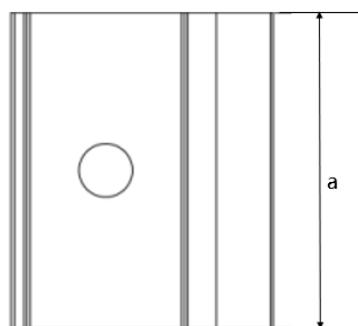
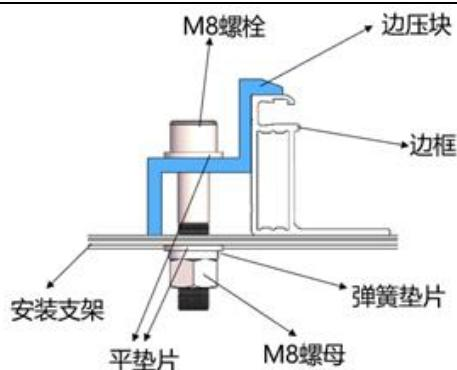
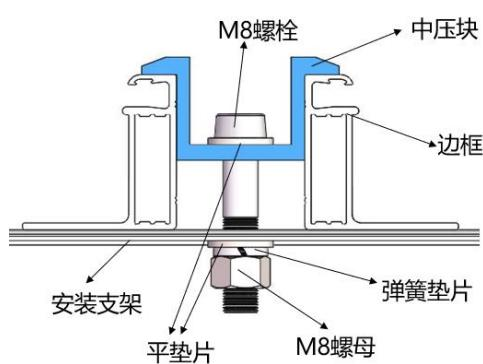

図 7 クランプの上面イメージ図
図 11 エッジクランプの取付イメージ図
図 12 中間クランプの取付イメージ図
- ① 2 本のラック（付属していません）の上にモジュールを置きます。ラックは、ステンレス製または防食処理（溶融亜鉛メッキなど）を施したものを使わなければなりません。各太陽電池モジュールは少なくとも 4 つのクランプで固定され、設置の際、クランプが直接にガラスに接触してフレームを変形させると、モジュールが破損することがありますので、ご注意ください。
- ② クランプの影により太陽電池モジュールの発電面を遮らないよう気を付けてください。クランプが排水穴を塞がないようにしてください。
- ③ ブラケットの上面でモジュールのフレームと接触する部分には、M8 ボルト用の凹みが必要です。
- ④ ブラケットに凹みがない場合、ボルトで固定するように、上記の位置に適当な径の穴を開けます。
- ⑤ 平ワッシャー、スプリングワッシャー、ナットの順にクランプを装着します。
- ⑥ 図 7~10 はエッジクランプのイメージ図です。図 11、図 12 は取付イメージ図です。クランプのサイズは  $a \geq 50\text{mm}$ 、厚さ  $\geq 4\text{mm}$ 、フレームとの重ね幅  $d \geq 10\text{mm}$  です。または、 $a \geq 60\text{mm}$ 、厚さ  $\geq 3\text{mm}$ 、フレームとの重ね幅  $d \geq 8\text{mm}$  です。組立部品の確実な取り付けを保証した上で、クランプの断面を変更できるが、いかなるサイズのクランプもフレームをはみ出してガラスに接触することはできません。
- ⑦ サイズが 2384x1303mm 以上の組立部品は  $a \geq 60\text{mm}$  のクランプサイズにのみ適用されます。
- ⑧ 推奨締付トルクは、グレード 8.8 のボルト・ネジの場合、17~23Nm とします。
具体的な接地方法は、次の図 12 の通りです。